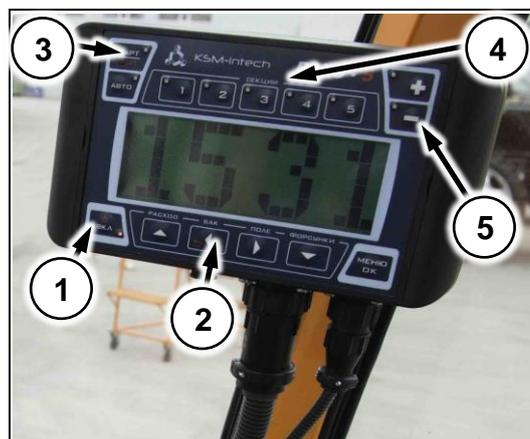

Рис. 68
- (Рис. 68/1) – кнопка питания
- (Рис. 68/2) – кнопки управления
- (Рис. 68/3) – кнопка включения опрыскивания
- (Рис. 68/4) – кнопки включения секций
- (Рис. 68/5) – кнопки регулировки расхода жидкости